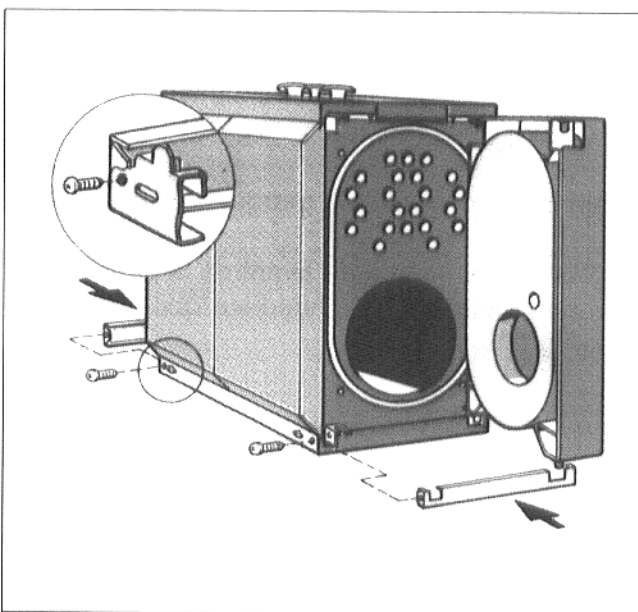

Fig. 14 Vue d'ensemble
- Fixer la baguette avant et arrière du cadre sur les baguettes latérales du cadre à l'aide de 2 vis Parker (Fig. 14).